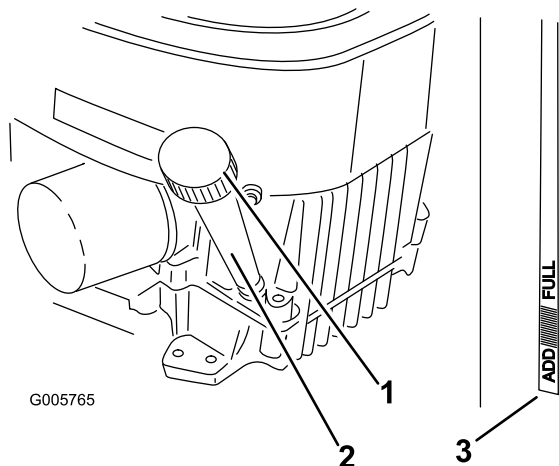

Figura 36
4. Limpie alrededor de la varilla de nivel de aceite (Figura 36) para impedir que caiga suciedad por el orificio de llenado y cause daños en el motor.
5. Desenrosque la varilla de aceite y limpie el extremo (Figura 36).
9. Cambie el filtro de aceite, si es necesario (Figura 36).
10. Limpie alrededor de la varilla de aceite y desenrosque el tapón (Figura 36).
11. Vierta lentamente un 80% aproximadamente de la cantidad especificada de aceite por el tubo de llenado (Figura 36).